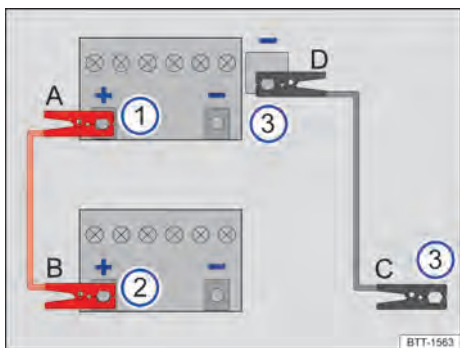
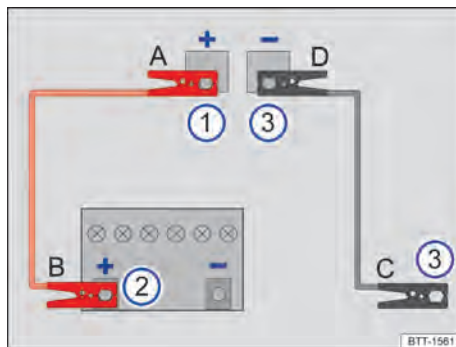

Fig. 227 Esquema para la conexión de los cables de arranque (batería de 12 voltios en el vano motor).
Fig. 228 Esquema para la conexión de los cables de arranque (batería de 12 voltios en el maletero).
Los cables de arranque solo se deberán conectar siguiendo el orden A – B – C – D → fig. 227.
- Conecte un extremo del cable de arranque *rojo A* al polo positivo + de la batería de 12 voltios del vehículo que la tiene descargada → fig. 227 ① → ▲.
- Conecte el otro extremo del cable de arranque *rojo B* al polo positivo + de la batería del vehículo que suministra la corriente → fig. 227 ②.
- Conecte un extremo del cable de arranque *negro C* preferentemente a una toma para la ayuda de arranque (terminal de masa) del vehículo que suministra la corriente; de lo contrario, al bloque motor o a una pieza maciza de metal atornillada fijamente al bloque motor de este vehículo → fig. 227 ③.
- Conecte el otro extremo del cable de arranque *negro D* preferentemente a la toma para la ayuda de arranque (terminal de masa) del vehículo con la batería de 12 voltios descargada; de lo contrario, al bloque motor o a una pieza maciza de metal atornillada fijamente al bloque motor de este vehículo → fig. 227 ③ → ▲.
Los cables de arranque solo se deberán conectar siguiendo el orden **A – B – C – D** → fig. 228.
- Conecte un extremo del cable de arranque *rojo A* a la toma para la ayuda de arranque (polo positivo de la batería) (+) del vehículo con la batería de 12 voltios descargada → fig. 228 ① → ▲.
- Conecte el otro extremo del cable de arranque *rojo B* al polo positivo + de la batería del vehículo que suministra la corriente → fig. 228 ②.
- Conecte un extremo del cable de arranque *negro C* preferentemente a una toma para la ayuda de arranque (terminal de masa) del vehículo con la batería de 12 voltios que suministra la corriente; de lo contrario, al bloque motor o a una pieza maciza de metal atornillada fijamente al bloque motor de este vehículo → fig. 228 ③.
trario, al bloque motor o a una pieza maciza de metal atornillada fijamente al bloque motor de este vehículo → fig. 228 ③ → ▲.
- Con los motores en marcha, desconecte los cables de arranque únicamente en el orden **D – C – B – A** → fig. 227 o → fig. 228.